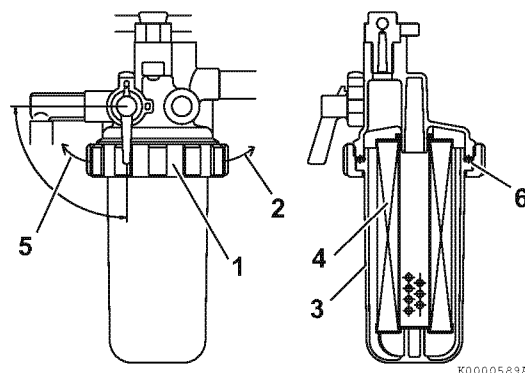

Рисунок 14
3. Вращайте крепежное кольцо (1, **Рисунок 14**) влево (5, **Рисунок 14**).
4. Осторожно снимите чашку (3, **Рисунок 14**). Вылейте топливо в разрешенную емкость и утилизируйте надлежащим образом отходы. Держите чашку за дно с помощью технической салфетки, чтобы предотвратить капание топлива. Немедленно вытирайте все пролитое топливо.
5. Извлеките топливный фильтр (4, **Рисунок 14**), потянув его вниз.
8. Проверьте состояние кольцевого уплотнения (6, **Рисунок 14**). При необходимости замените.
9. Установите чашку на установочный фланец и вращайте крепежное кольцо (1, **Рисунок 14**) вправо (2, **Рисунок 14**). Затяните только рукой.